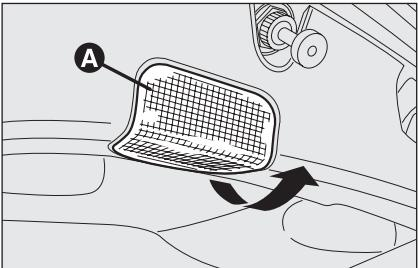

fig. 40
- saque la lámpara **A**-fig. 40 interviendo en el sentido indicado por la flecha;